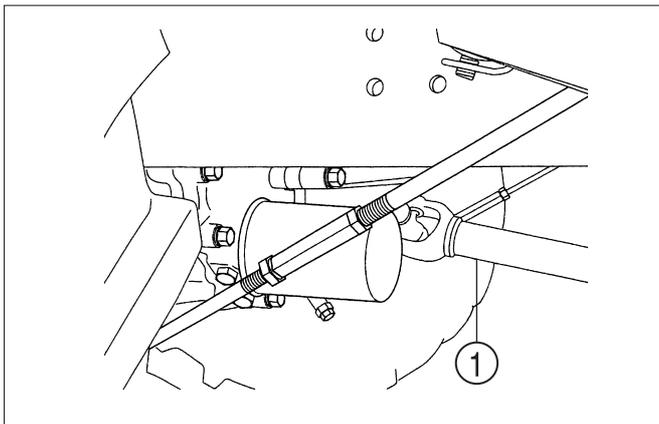

FIG. 41
FIG. 41 : La PdF ventrale ①, est un arbre pointé vers l'avant, situé au-dessous du tracteur. La PdF centrale sert à faire fonctionner certains outils montés au centre ou à l'avant. Un arbre de 25,4mm (1") à quinze cannelures est utilisé.